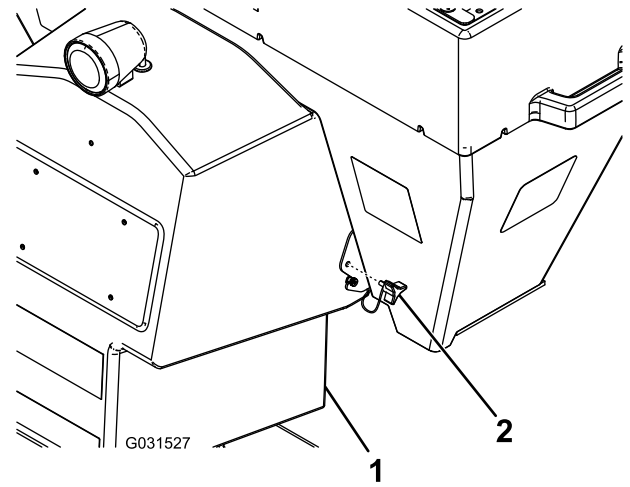

Bild 10
- Befestigen Sie den Tellerstreuer am Streuer und befestigen ihn mit den Rändelschrauben (Bild 10).